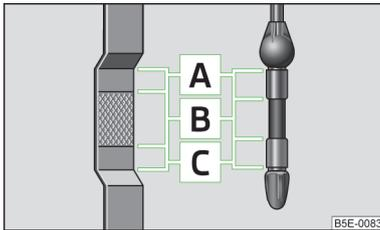

Abb. 168
- Liegt der Ölstand oberhalb des Bereichs A » Abb. 168 auf Seite 213, 🚫 nicht weiterfahren! Den Motor abstellen und die Hilfe eines Fachbetriebs in Anspruch nehmen.
Der Ölmesstab zeigt den Motorölstand an » Abb. 168.
Der Ölstand darf keinesfalls oberhalb des Bereichs **A** » Abb. 168 liegen - es besteht die Beschädigungsgefahr der Abgasanlage!